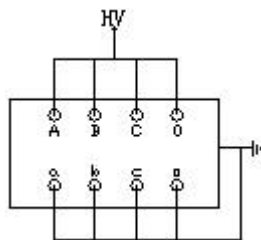

图 6-10 变压器反接法
- (2)：反接法、电压为 10KV 一次绕组对二次绕组及地、接线见图 6-10